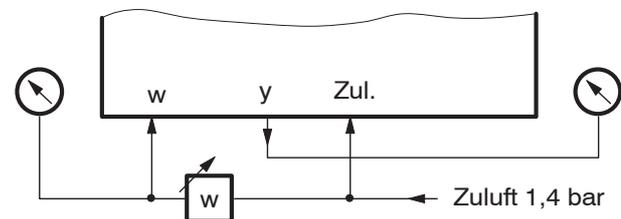

Abb. 35: Prüfschaltung
- g) Stellungsregler laut Prüfschaltung Abb. 35 anschließen. Zuluft 1,4 bar vorgeben.